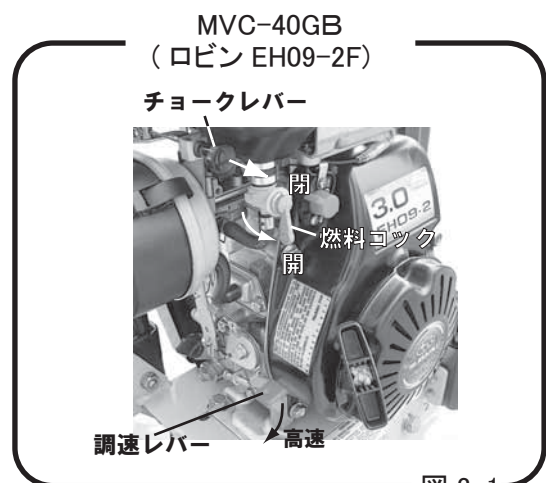

図 3-1
- 1 燃料コックのレバーを下にして、燃料を通します。(図3-1,3-2)
(図 3-1,3-2)
- 1 調速レバーを一気に開くと本機は振動と前進を始めます。ゆっくり開くとクラッチがスリップしてしまいますので調速レバーの開閉はためらわず一気に行って下さい。(図 3-1,3-2)